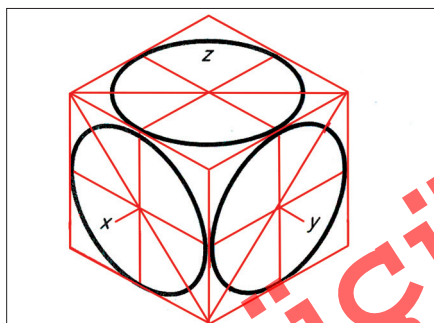
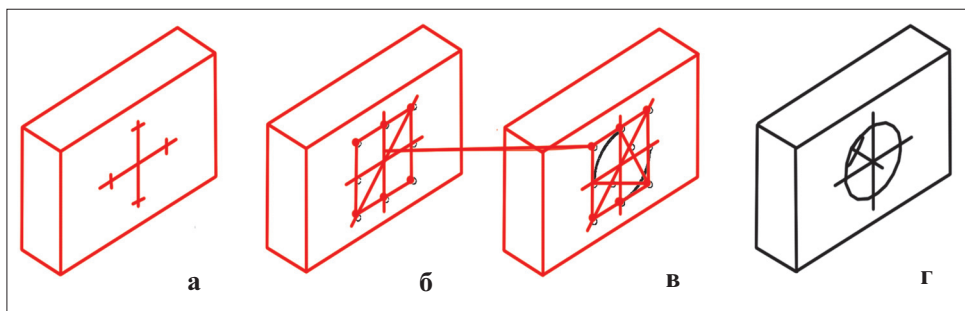

Рис. 3. Изображение в изометрической проекции окружностей, вписанных в куб
Рис. 4. Построение косоугольной изометрической проекции детали с цилиндрическим отверстием
Изометрической проекцией окружности (рис. 3) является кривая, которая называется *эллипсом*. Эллипсы строить трудно. В практике черчения вместо них часто строят овалы. *Овал* – это замкнутая кривая, очерченная дугами окружностей. Овал удобно строить, вписывая в ромб, который является изометрической проекцией квадрата.
1. Находят центр отверстия на передней грани. Определяют направление изометрических осей для построения ромба (см. рис. 3). Из найденного центра проводят оси (рис. 4, а) и откладывают на них отрезки, равные радиусу окружности.
2. Строят ромб. Проводят его большую диагональ (рис. 4, б).
3. Описывают большие дуги. Находят центры для малых дуг (рис. 4, в).
Такой же овал строят на задней грани, но обводят лишь видимую его часть (рис. 4, г).